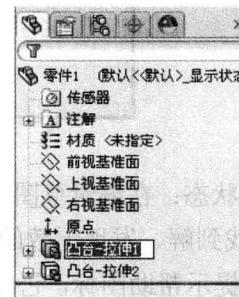

图 1-9 FeatureManager 设计树更改项目名称
(1) 以名称来选择模型中的项目：即可以通过在模型中选择其名称来选择特征、草图、基准面、及基准轴。SolidWorks 在这一项中很多功能与 Window 操作界面类似，比如在选择的同时按住 Shift 键，可以选取多个连续项目。在选择的同时按住 Ctrl 键，可以选取非连续项目。
(2) 确认和更改特征的生成顺序。在 FeatureManager 设计树中利用拖动项目可以重新调整特征的生成顺序，这将更改重建模型时特征重建的顺序。
(3) 通过双击特征的名称可以显示特征的尺寸。
(4) 如要更改项目的名称，名称上缓慢单击两次以选择该名称，然后输入新的名称即可，如图 1-9 所示。
(5) 压缩和解除压缩零件特征和装配体零部件，在装配零件时是很常用的，同样，如要选择多个特征，请在选择的时候按住 Ctrl 键。
(6) 用右键单击清单中的特征，然后选择父子关系，以便查看父子关系。
(7) 单击右键，在树显示里还可显示如下项目：特征说明、零部件说明、零部件配置名称、零部件配置说明等。
(8) 将文件夹添加到 FeatureManager 设计树中。